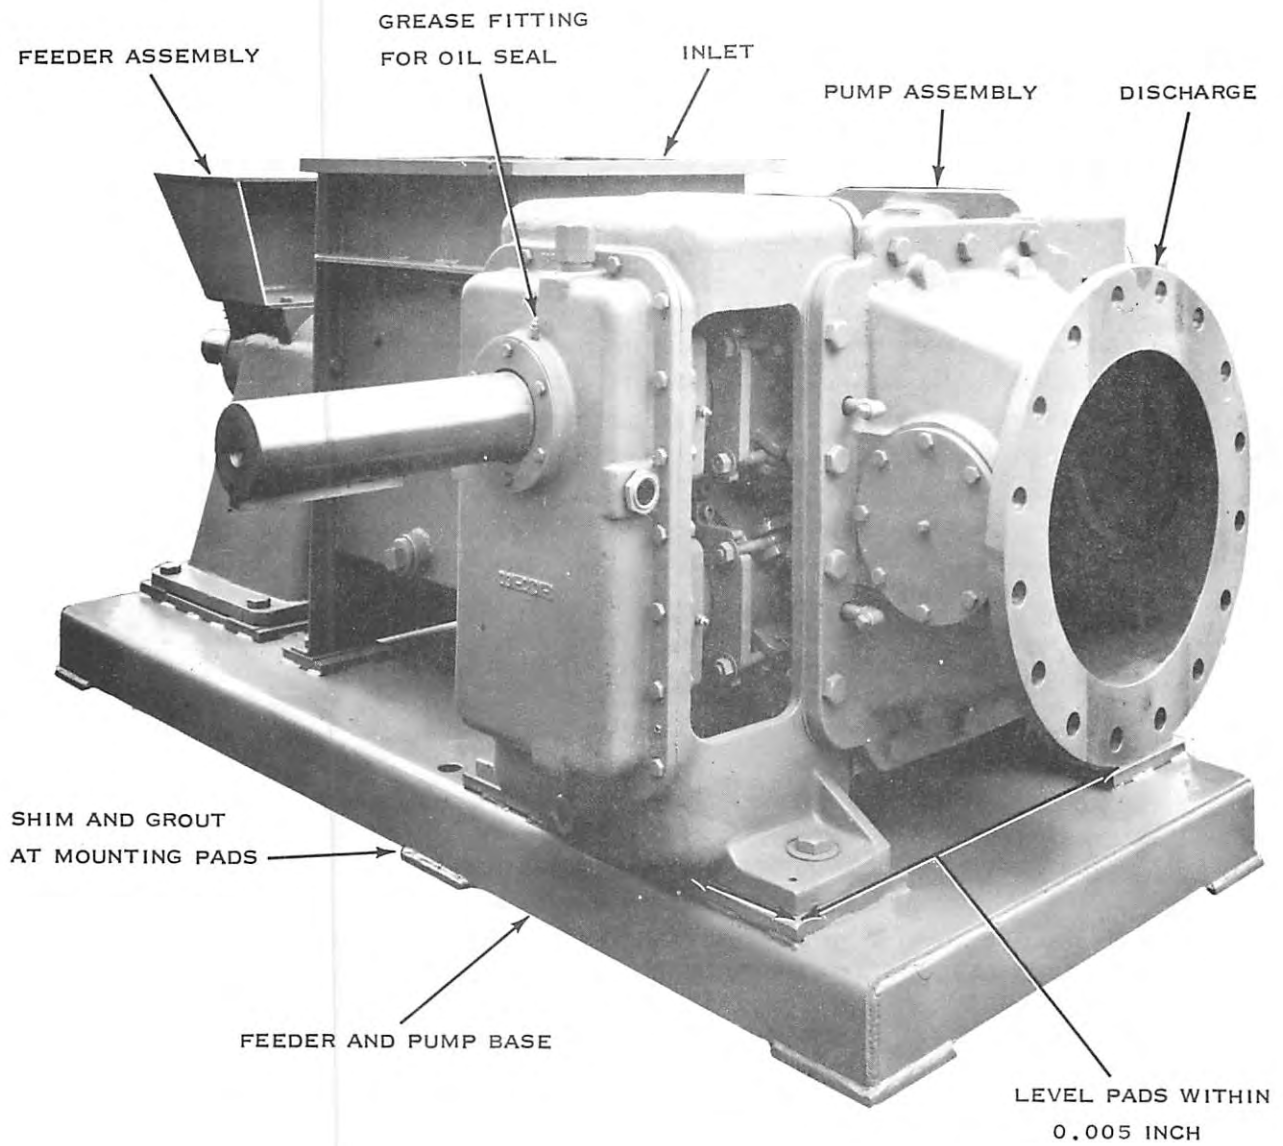

FIGURE 2. PUMP INSTALLATION
2. SHIM UNDER THE BASE SO THAT THE BASE IS LEVEL. MACHINED SURFACES ON THE TOP OF THE BASE MAY BE USED FOR LEVELING. SHIM UNDER THE BASE SO THAT THE PUMP IS LEVEL WITHIN 0.005 INCH. MEASURE WITH A PRECISION LEVEL ON SURFACES SHOWN IN FIGURE 2.